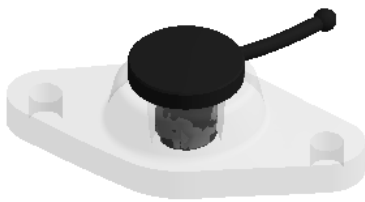

图 7.6.47 应力结果图解 (handle)
(4) 查看 handle 应力结果图解。在“Outline”窗口中选中 **Equivalent Stress 2**，查看图 7.6.47